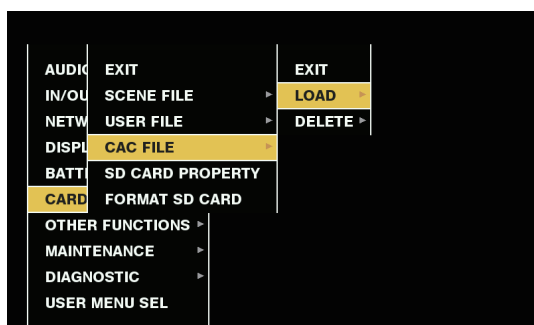

Fig. 1
- 2 Sélectionnez [LOAD] dans le menu principal → [CARD FUNCTIONS] → [CAC FILE]. (Fig. 1)**